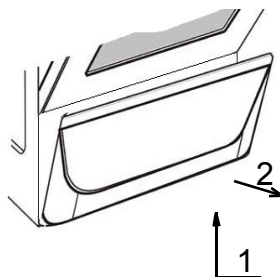

Рисунок 9 — Открывание дверцы хозяйственного отделения
7.5.1 Для того, чтобы открыть дверцу хозяйственного отделения, необходимо ее слегка приподнять на 5-6 мм (движение 1) и, поддерживая, открыть на себя (движение 2) - рисунок 9.